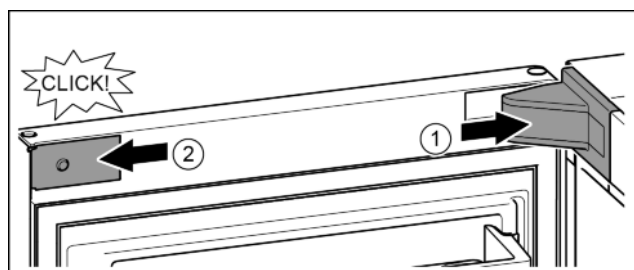

Fig. 18
- ▶ Nasadte a zaklapněte kryt stojanu ložiska, příp. opatrně přitlačte od sebe. Fig. 18 (1)
- ▶ Z boku nasadte záslepku a zaklapněte. Fig. 18 (2)